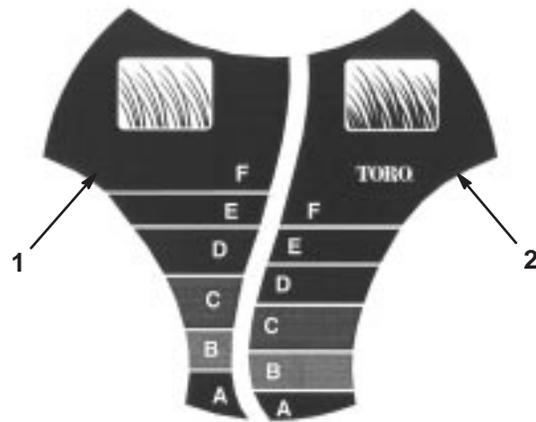

Abbildung 15
Die *SmartWheel*[™]-Vorrichtung hat zwei Schneidskalen — *Sparse/Normal* (spärlich/normal) und *Lush* (üppig) — zur Sicherstellung der optimalen Schnitthöhen- einstellung bei allen Mähbedingungen (Abb. 15). Die *Sparse/Normal*-Skala wird während der warmen Sommersaison für die Mehrzahl der Mäharbeiten verwendet. Die *Lush*-Skala ist für dickes, feuchtes, saftiges Gras gedacht, das meistens im Frühling wächst.
2. Den Rasenmäher ins Gras schieben, bis die *SmartWheel*-Vorrichtung an einem der Hinterräder aufrecht steht (Abb. 15).